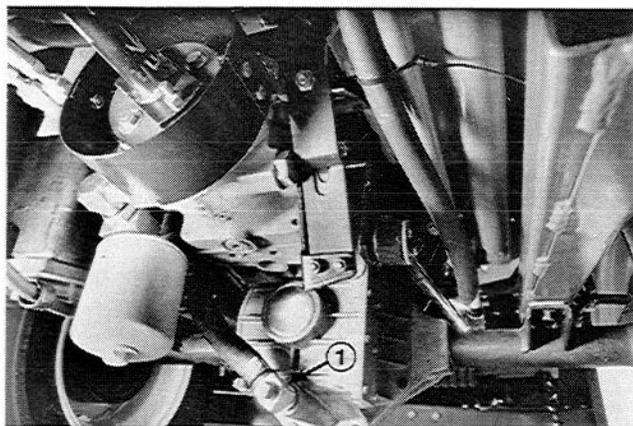
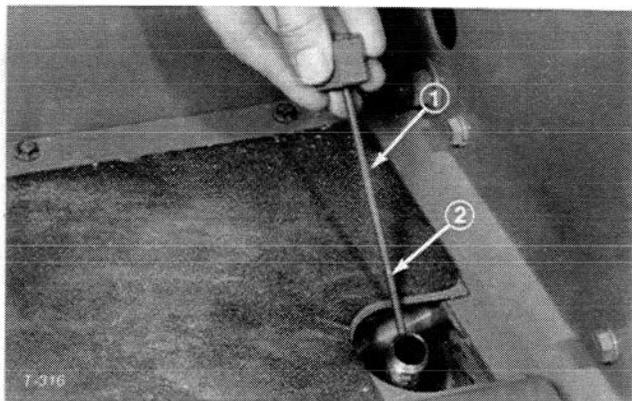

Fig. 40
Fig. 41
4. Togliere il tappo di spurgo dal raccordo tra la scatola ponte ed il filtro, e lasciare che l'olio defluisca nella bacinella di raccolta (Fig. 40).
6. Montare il tappo di spurgo nel raccordo tra la scatola ponte ed il filtro dell'olio (Fig. 40).
7. Togliere l'asta di misurazione del livello dal tubo di riempimento dell'assale (Fig. 41), e riempire l'assale fino al giusto livello, con olio di tipo e viscosità consigliati per la temperatura ambiente prevista; vedi tabella precedente.
9. Lasciare fermo il trattorino per altri due minuti, quindi togliere l'asta di misurazione e verificare il livello dell'olio nell'assale (Fig. 41). Se è basso, rabboccare fin quando raggiunge la tacca sull'asta (Fig. 41); se è troppo alto, togliere il tappo di spurgo (Fig. 40) e scaricare l'olio fin quando il livello raggiunge la tacca sull'asta.